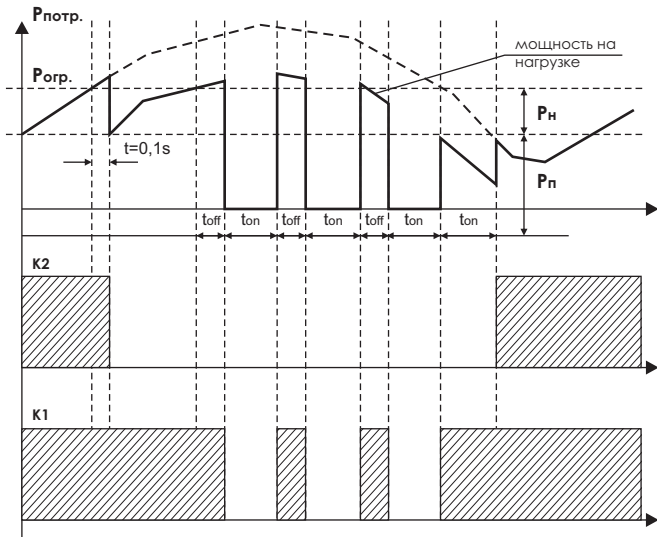

Рис.1 Диаграмма работы OM-1 с приоритетной нагрузкой.
3.2 Режим работы с приоритетной нагрузкой. Нагрузка разбивается на две части, приоритетную R_p , отключать которую нежелательно и не приоритетную R_n . При перегрузке отключается R_n без временной задержки. Если перегрузки нет, R_n - отключена, R_p - подключена. Если перегрузка продолжается, R_p отключается в соответствии с установленным временем T_{off} . При снижении потребляемой мощности R_p подключается через время T_{on} , затем через это же время подключается и нагрузка R_n . Диаграмма работы на Рис. 1, схема включения на Рис.2. Преимущества режима: нет полного отключения от сети питания суммарная мощность потребителей может быть больше, чем выделенная на объект по техническим условиям. Для правильной работы надо, чтобы величина R_n составляла не более 25 % от общей нагрузки. Например, на объект выделено 20кВт. Разбиваем нагрузку на 2 части, R_n не должна превышать значения 5 кВт. Включаем потребителей. В данный момент, например $R_p=18$ кВт (мощность потребляемая приоритетной нагрузкой) и $R_n = 4$ кВт.